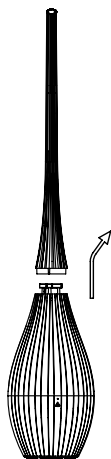

fig. 1
- Tirare la bocchetta per la fuoriuscita verso l'alto (fig. 1).